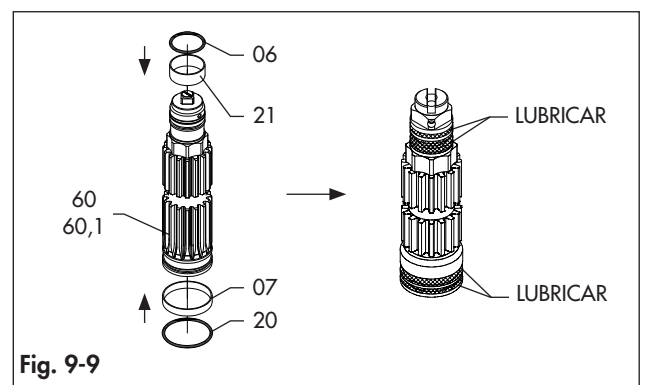
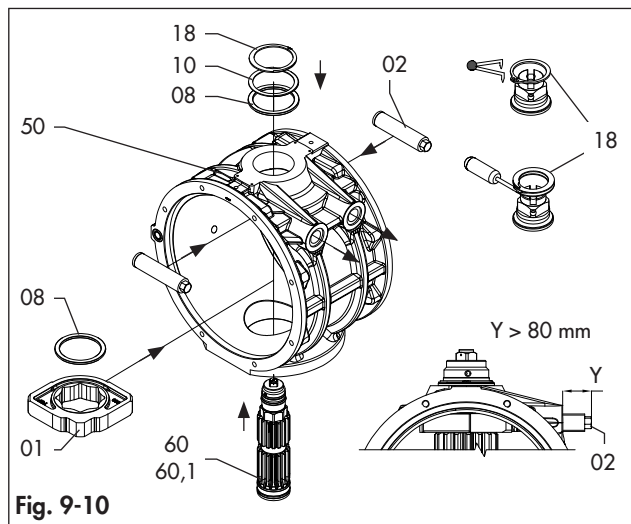
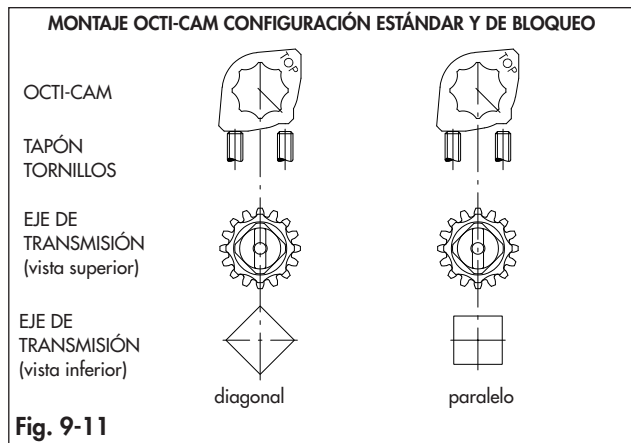

Fig. 9-9
Fig. 9-10
Fig. 9-11
Consulte las fig. 9-1, fig. 9-9, fig. 9-10 y fig. 9-11.
- Ponga el cojinete superior del eje de transmisión (06) y el cojinete inferior (07).
- Lubrique y ponga en su sitio la junta tórica superior del eje de transmisión (21) y la junta tórica inferior (20).
- Lubrique la superficie externa de los cojinetes y de las juntas tóricas que se encuentran en el eje de transmisión (60/60.1) según se indica en la fig. 9-9.
- Apriete los tornillos (02) desde el interior del cuerpo (50) hasta que sobresalgan de este al menos 80 mm. (fig. 9-10)
- Introduzca parcialmente el eje de transmisión (60/60.1) en el cuerpo (50). (Fig. 9-10)
- Ponga el octi-cam (01) a través del cuerpo (50) en el eje de transmisión (60/60.1). Consulte la fig. 9-11 para colocar correctamente la octi-cam (01).
- Ponga el cojinete de empuje interno (08).
- Introduzca completamente el eje de transmisión (60/60.1) en el cuerpo (50).
- Ponga el cojinete de empuje externo (08) y la arandela externa (10).
- Asegúrese de que el octi-cam (01) está en una posición correcta, de acuerdo con la fig. 9-11 y en relación con los tornillos tope (02).